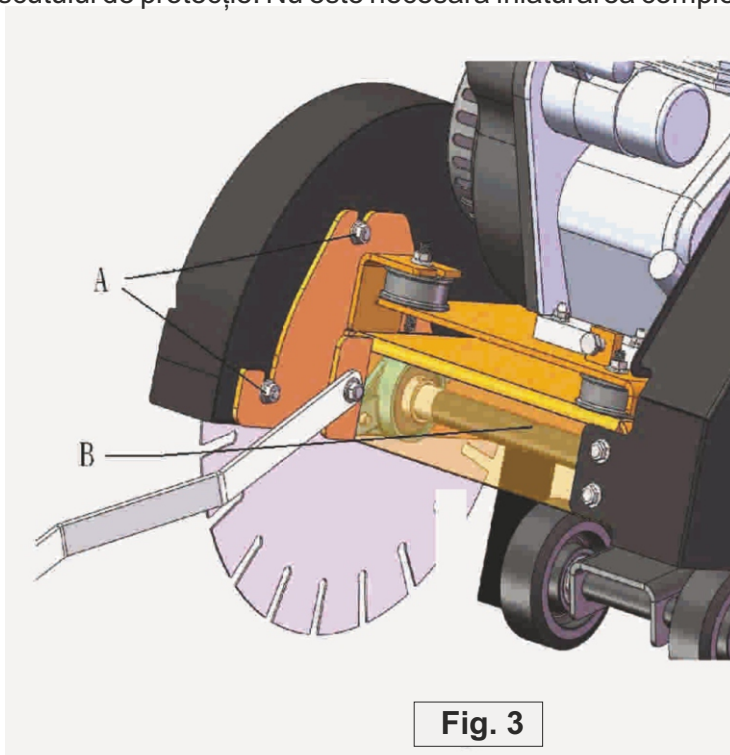

Fig. 3
- Slăbiți piulițele (**A, Fig. 3**) de pe prizoanele scutului de protecție. Nu este necesară înlăturarea completă a piulițelor.
(**B, Fig. 3**) livrată împreună cu utilajul.